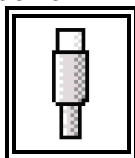

Figura 9
2. Arrastrar el icono de ficha analógica (Figura 9) sobre el canal analógico (A) para programar el sensor de fuerza. Elegir sensor de fuerza.